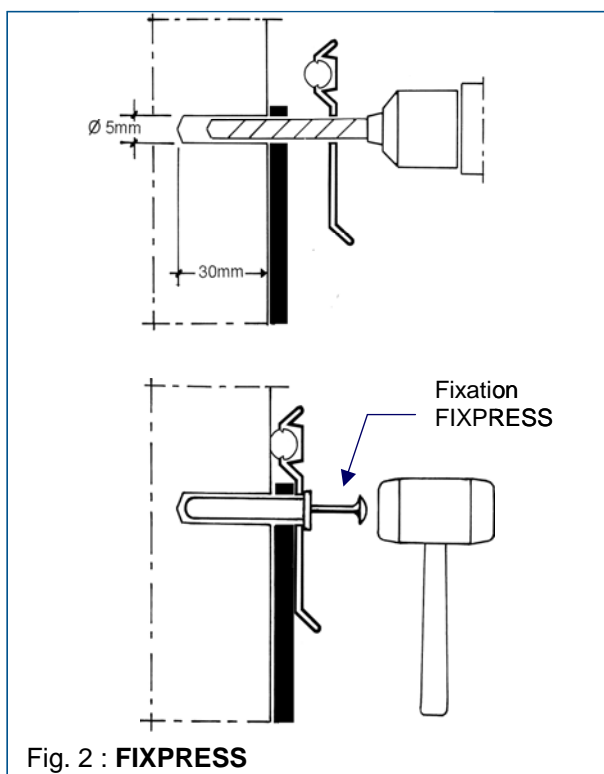

Fig. 2 : FIXPRESS
- **fixer le profil** BATCOSOLIN à l'aide des fixations FIXPRESS formant à la fois cheville, vis et rondelle d'étanchéité ; les fixations FIXPRESS sont mises en place au maillet (fig 2).